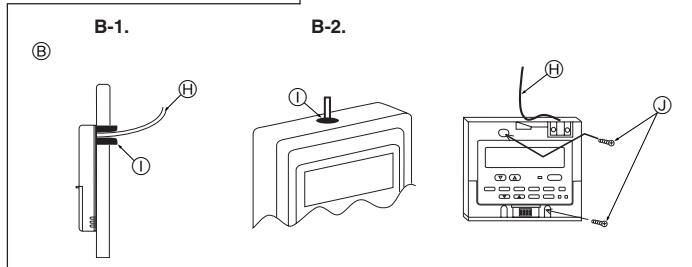

Fig. 6-3
(2) Den Wartungszugang des Fernbedienungskabels mit Kitt oder Dichtungsmittel abdichten, um das mögliche Eindringen von Tau, Wasser, Kakerlaken oder Würmern und Raupe zu verhindern. (Fig. 6-3)